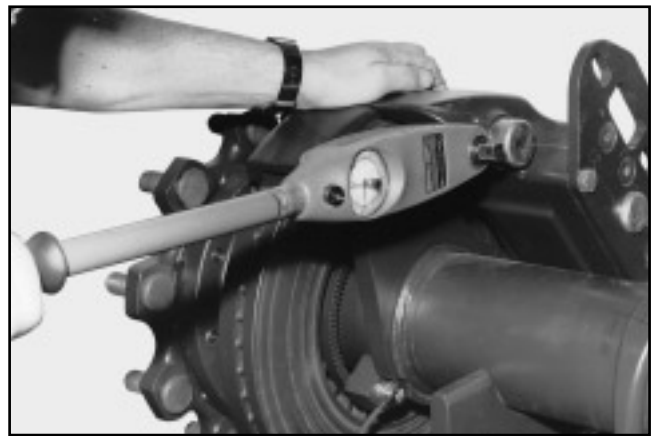

FIG. 23
4. Stringere i sei fermi in base alla coppia specificata nella tabella 1, usando una chiave trasversale di 24mm 1/2 pollice (Fig. 23).